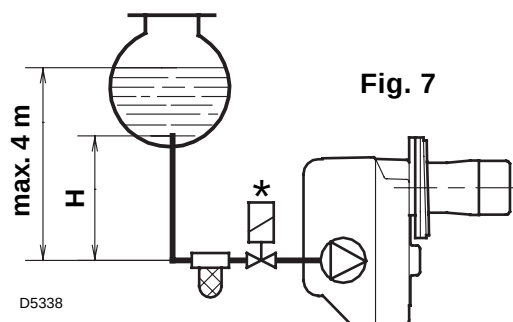
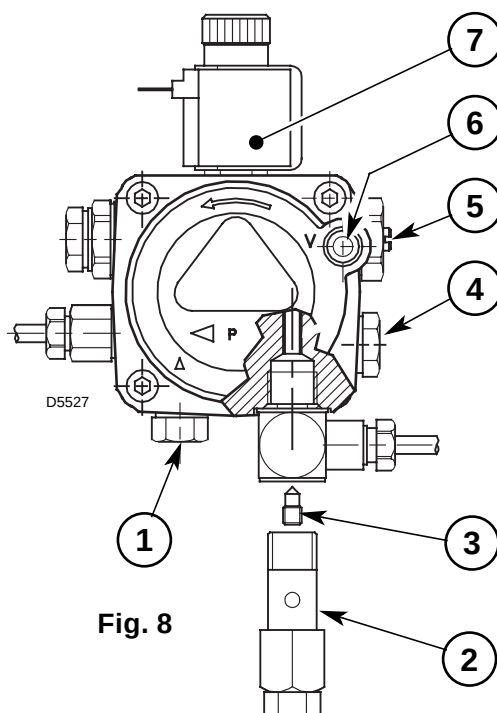

Fig. 7
Fig. 8
- La pompa è predisposta per funzionamento bitubo. Per il funzionamento monotubo è necessario svitare il perno (2), togliere la vite di by-pass (3), quindi riavvitare il perno (2) (vedi fig. 8).
Nell'impianto di fig. 7 è sufficiente allentare l'attacco del vacuometro (6, fig. 8) ed attendere la fuoriuscita del combustibile.
Viene tarato in fabbrica a 9 bar. Il manometro per il controllo della pressione va montato al posto del tappo (4, fig. 8, pag. 4).
Il manometro per il controllo della pressione va montato al posto del tappo (4, fig. 8, pag. 4). Se è necessario ritardare tale pressione, o se si preferisce cambiarla, basta agire sulla vite (5, fig. 8, pag. 4).